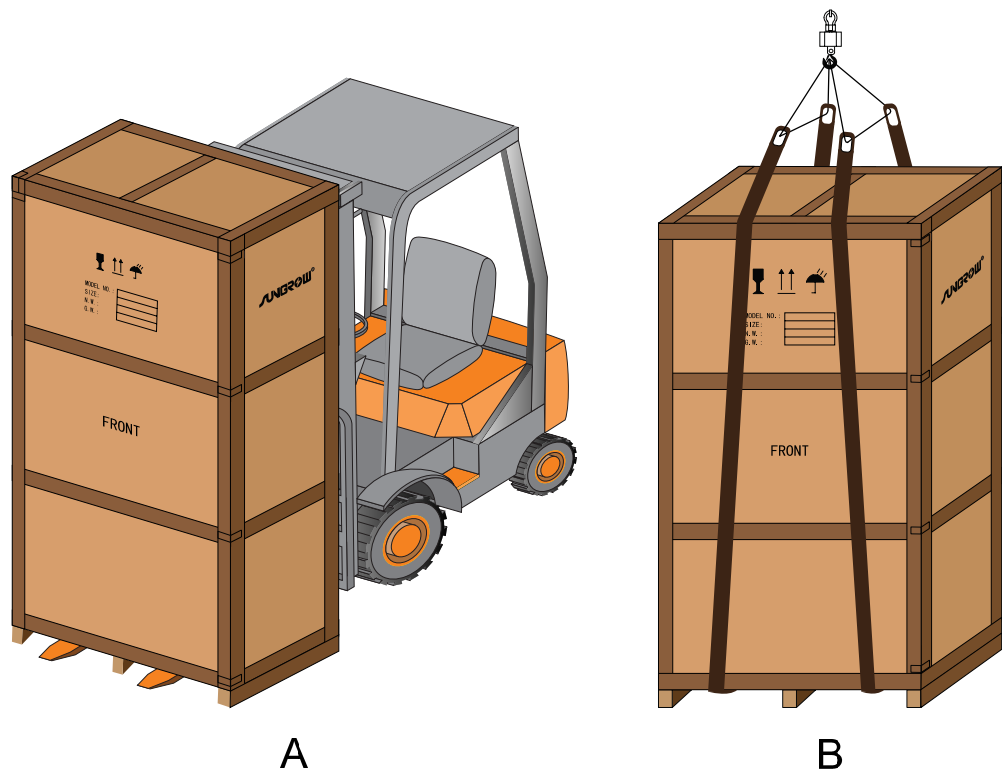

图7-1 带包装逆变器运输
未拆卸包装的逆变器可以使用叉车、起重机货叉或者吊车进行移动，图 7-1。移动时，需要注意包装上所标的重量，确保设备具备足够的承载能力。SG100K3 的重心在前后、左右对称，偏下部的的位置，运输时应合理排布支撑或起吊点。
- 叉车运输方式是标准运输方法。运输时箱体的重心应落在叉车的两根货叉之间。逆变器的尺寸较大可能会挡住驾驶员的视线，应由辅助人员配合。其移动方法见图 7-1 A。
- 起吊运输时，推荐使用两头扣柔性吊带（可向阳光电源股份有限公司订购），并使吊带均衡受力，图 7-1 B。